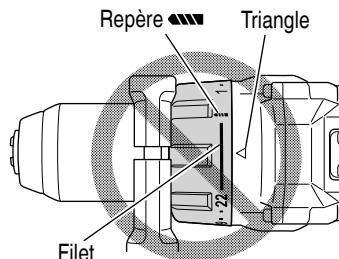

Fig. 16
- N'utilisez pas l'outil avec le sélecteur de débrayage positionné entre le chiffre "22" et la ligne au centre du symbole du foret "■■■", vous risqueriez de l'endommager (Voir Fig. 16).